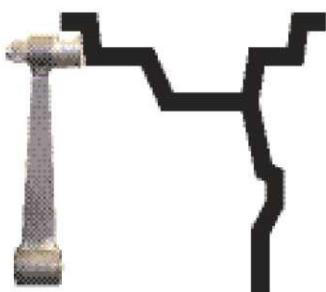

Рис. 10.1
10.2. Данная модель СБ снабжена устройством, позволяющим автоматически вводить диаметр « d » колеса и дистанцию « A ». Для этого необходимо, взяв за рукоятку, вытянуть из корпуса СБ штангу ввода параметров, подвести палец на конце рукоятки к месту установки корректирующих грузов на внутренней стороне диска (см. рис. 10.1) и удерживать штангу в этом положении до появления звукового сигнала, после чего возвратить штангу в исходное положение. При этом экран основного рабочего режима сменится на экран ввода геометрических параметров колеса рис10.2.
диска (см. рис. 10.1) и удерживать штангу в этом положении до появления звукового сигнала, после чего возвратить штангу в исходное положение. При этом экран основного рабочего режима сменится на экран ввода геометрических параметров колеса рис10.2.
Примечание: На маркировке диска указывается диаметр по посадке резины. А с помощью выдвижной штанги вводится диаметр места установки груза, например, на рис. 10.1 вводится диаметр места установки груза на пружинке, который больше диаметра по посадке резины примерно на 1 дюйм. Поэтому ди-